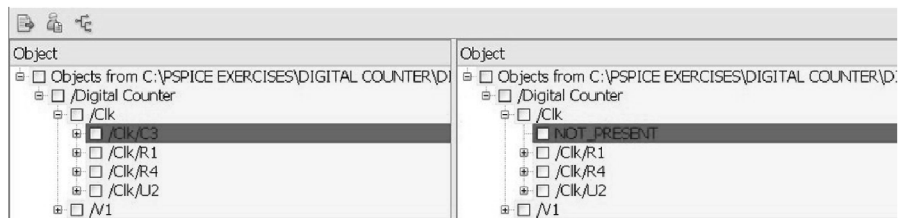

图 22.28 主设计与 Test _ Clock 测试平台之间的差异显示
2. 在 SVS 窗口中，测试平台设计在左侧面板，主设计在右侧面板。左边面板中的 / Clk 展开如图 22.28 所示。